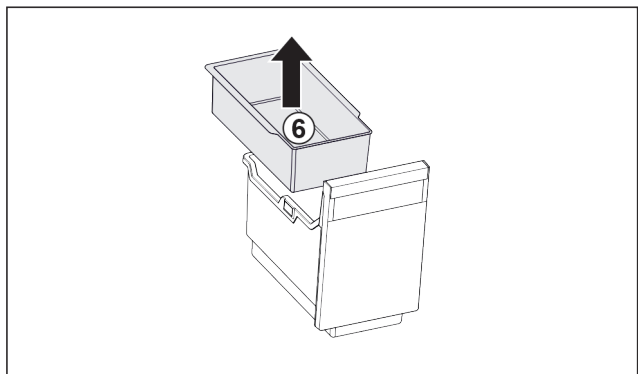

Fig. 90
- ▶ Extrageți tava suspendată Fig. 90 (6).